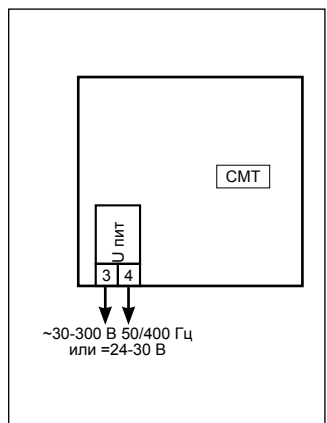

Рисунок 2. Счётчик моточасов -таймер СМТ. Подключение питания.
6.2 Подключите кабель питания на винтовые контактные колодки (Рисунок 2). Полярность подключения постоянного напряжения питания не имеет значения.